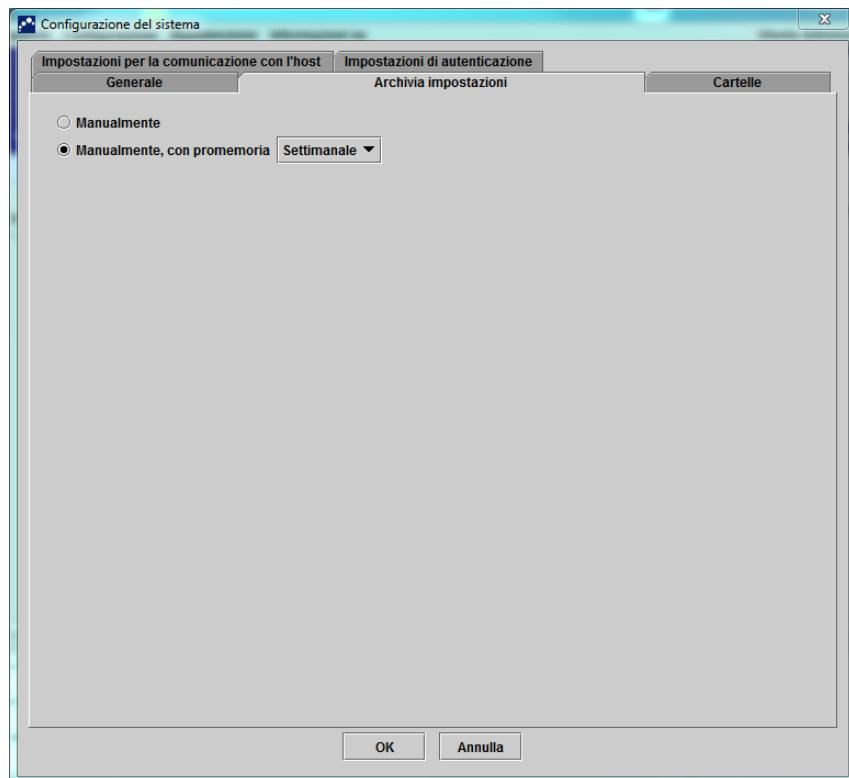

Figura 2-79. Finestra di dialogo Configurazione del sistema, scheda Archivia impostazioni
2. Selezionare la scheda **Archivia impostazioni**. Vengono visualizzate le informazioni della scheda **Archivia impostazioni**. Vedere la Figura 2-79.